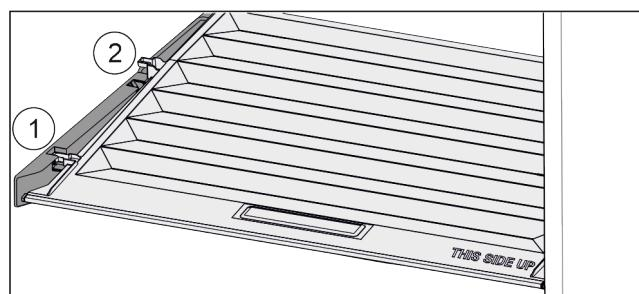

Fig. 89
- Poklopac do otvora u pridržnim dijelovima povucite prema naprijed Fig. 89 (1).
- Podignite ga odozdo sa stražnje strane i izvadite prema gore Fig. 89 (2).